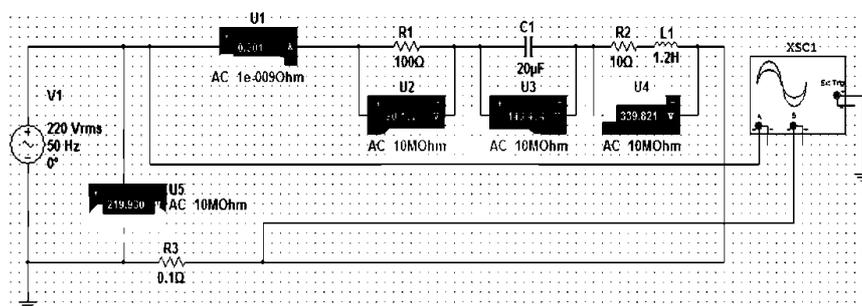

Рис. 3.1 – Схема цепи с последовательным соединением резистора, катушки и конденсатора
1. Собрать на рабочем поле экрана электрическую цепь синусоидального тока с последовательным соединением резистора, катушки и конденсатора (рис. 3.1). Катушка индуктивности является реальной, поэтому она обладает активным сопротивлением обмотки.